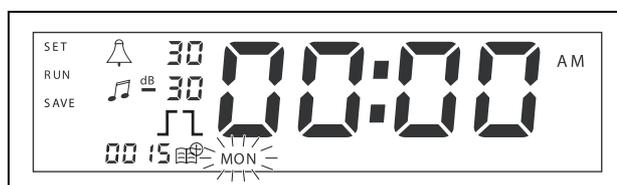

figura 7.2: Programmazione di giorno e ora dell'evento
- 4 Tenere premuto il selettore rotativo per iniziare la sequenza di programmazione. Compare nuovamente il display completo e il giorno della settimana inizia a lampeggiare (vedere la figura 7.2).